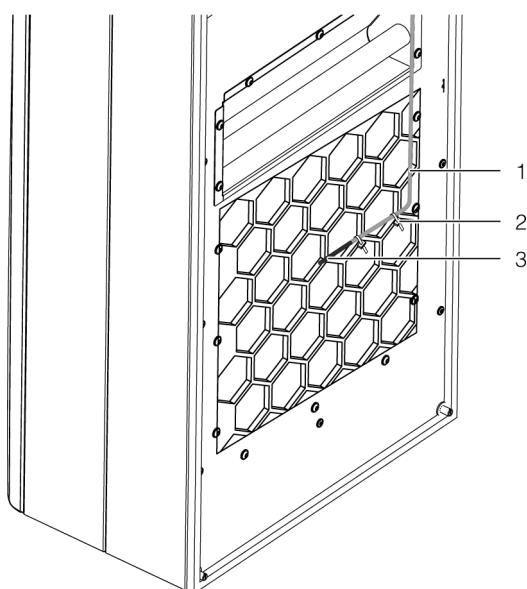

Imagen 24: Sensor térmico delante de la salida de aire frío (imagen de ejemplo)
- Sitúe el sensor térmico en el centro de la salida de aire frío del refrigerador (imagen 24).